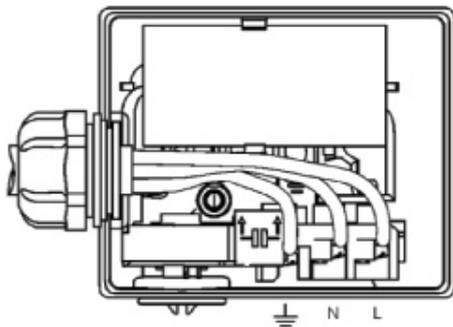

Рис. 6 – Расположение клемм
#### Подключение электропитания (рис. 6)
- Подключите кабель следующим образом: провод коричневого цвета — к клемме L, провод синего цвета — к клемме N, провод желтого/зеленого цвета — к клемме (рис. 6);
6. Отрегулируйте положение кабеля и зажмите оболочку кабеля в держателе. (рис. 6);